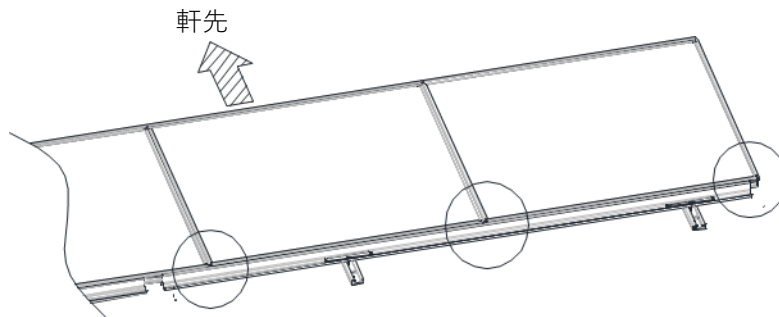

図 3-8. YSIII工法 モジュール固定手順
※複数列にまたがる横棧を施工する場合は、モジュール端部（図 3-8 の○指示部）付近で、②の作業をしてください。隣り合うモジュール同士の高さが合っている状態で横棧の爪をはめ込んでください。